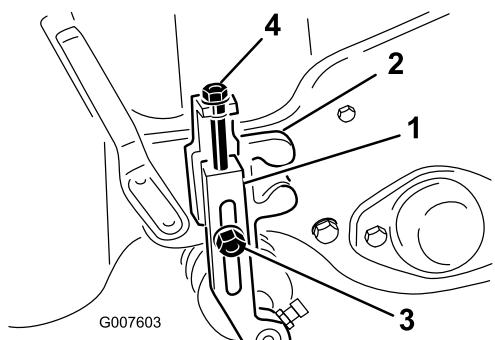

図 46
2. 刈り高アームを刈り高ブラケットに固定しているロックナットをゆるめる (図 46)。